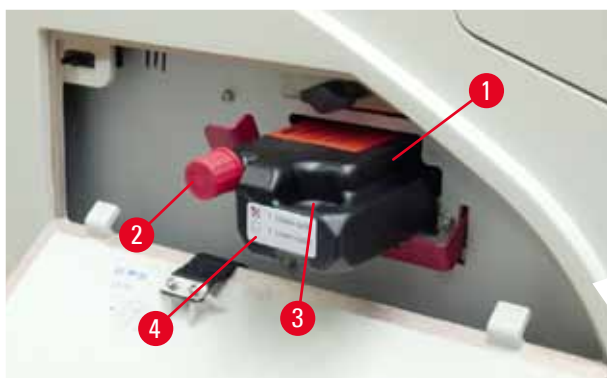

Abb. 54
- Die Schutzfolie entfernen und die Kartusche etwa bis zur Hälfte in den Kartuschenschacht schieben (→ "Abb. 54").